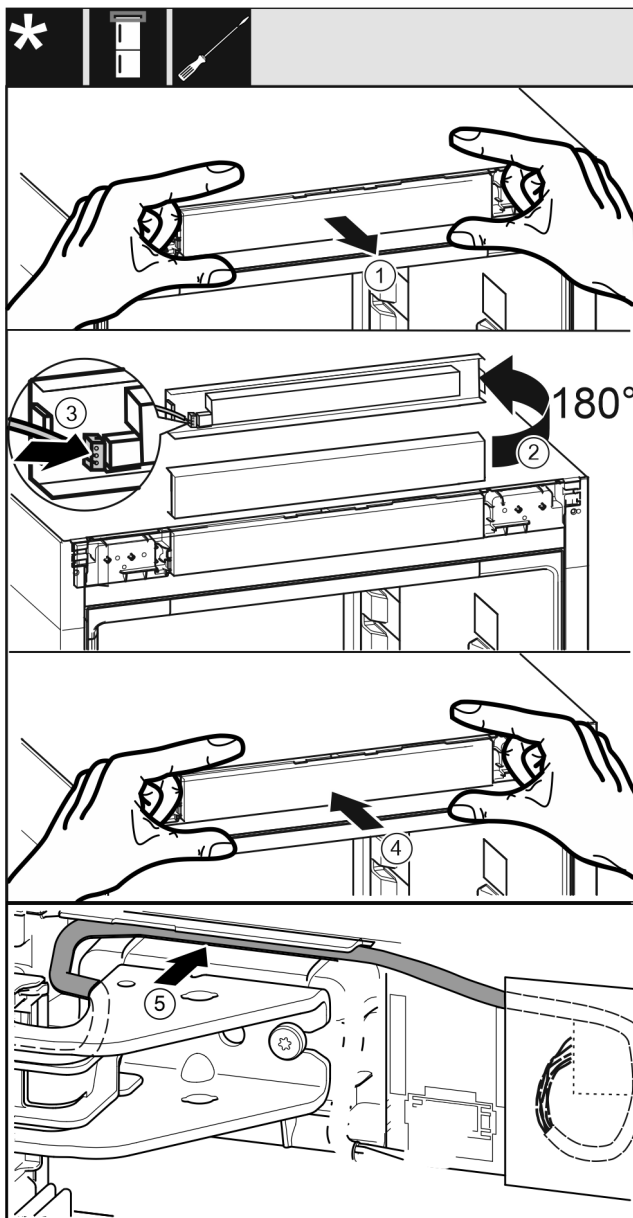

Fig. 43
- Nxirrni jashtë me kujdes panelin e komandimit. Fig. 43 (1)
- Rrotulloni shiritin me 180° për nga lart. Fig. 43 (2)
- Mbërtheni spinën në shiritin e panelit të komandimit. Fig. 43 (3)
- Mbërtheni sërish në pajisje panelin e komandimit. Fig. 43 (4)
- Shtroni me kujdes kabllon ngjyrë gri në udhëzuesin mbi bazamentin mbështetës lart. Fig. 43 (5)